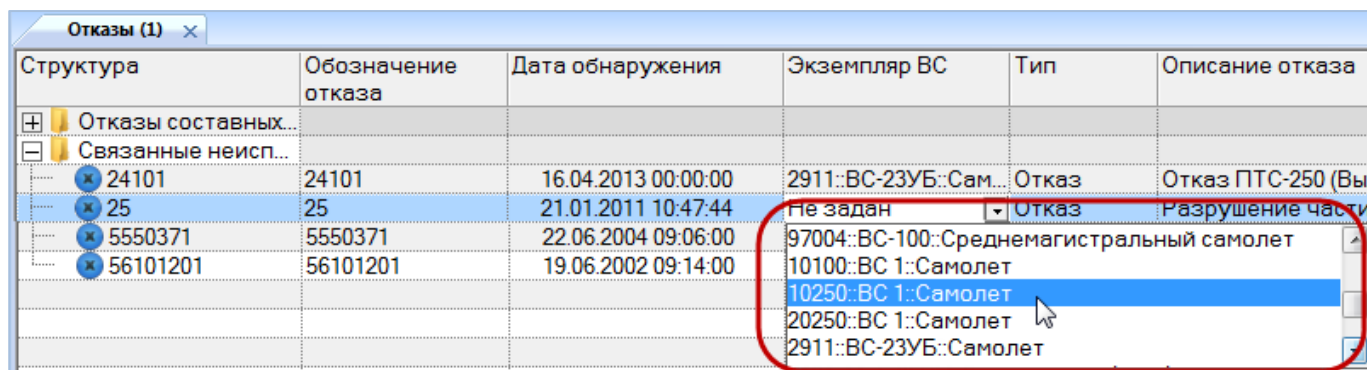

Рис. 13-269 – Выбрать экземпляр ВС из списка
3) Раскрыть список в поле «Экземпляр ВС» и выбрать экземпляр (рис. 13-269).